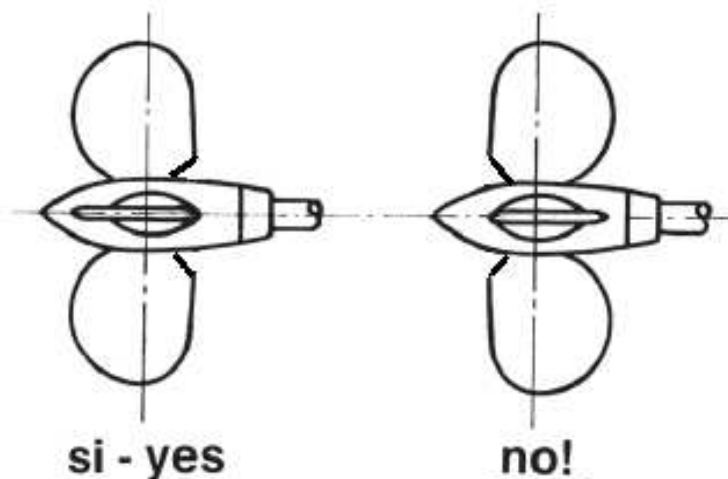

Fig.6
- d) Oriente las palas en la posición de bandera (debe estar perfectamente alineadas las palas con el eje. Preste atención que el perfil correcto que muestre sea el que aparece en la Fig .6.
Move the blades into the feathered position, making sure that the rounded trailing edges of the blades are aft as shown in Fig. 6 .
- En posición de bandera las palas deben estar perfectamente alineadas y orientadas como en la Fig. 6
- *In the feathered position the blades must be perfectly lined up and set like Fig. 6*